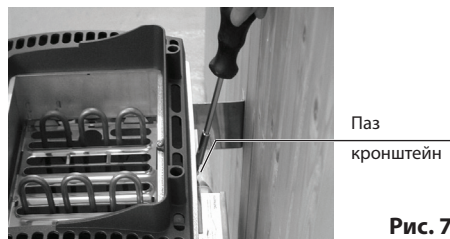

Рис. 7
5. Закрепить печь, затянув болт на задней стене печи (рис. 7).